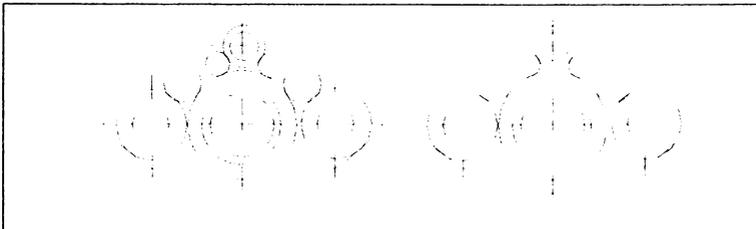

Рис. 7.6. Обрезка объектов
2. Выполните операцию для объекта, изображенного на рис. 7.6.: